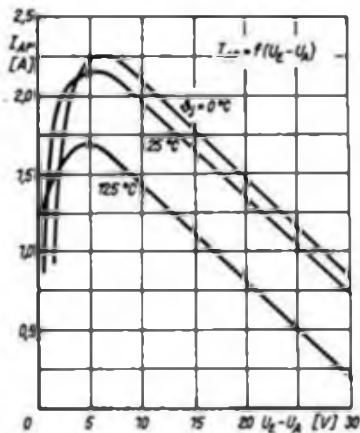

Bild 4: Wirkungsweise der Strombegrenzung bei unterschiedlichen Chiptemperaturen
- Die IS haben weder eine „Fold-back-Charakteristik“ noch eine Strombegrenzung für einen Nennausgangsstrom. Wie Bild 4 zeigt, hängt der maximale Ausgangsstrom von der Spannungs-differenz $U_E - U_A$ und von der Chiptemperatur ab. Die IS begrenzen also die maximale Verlustleistung.